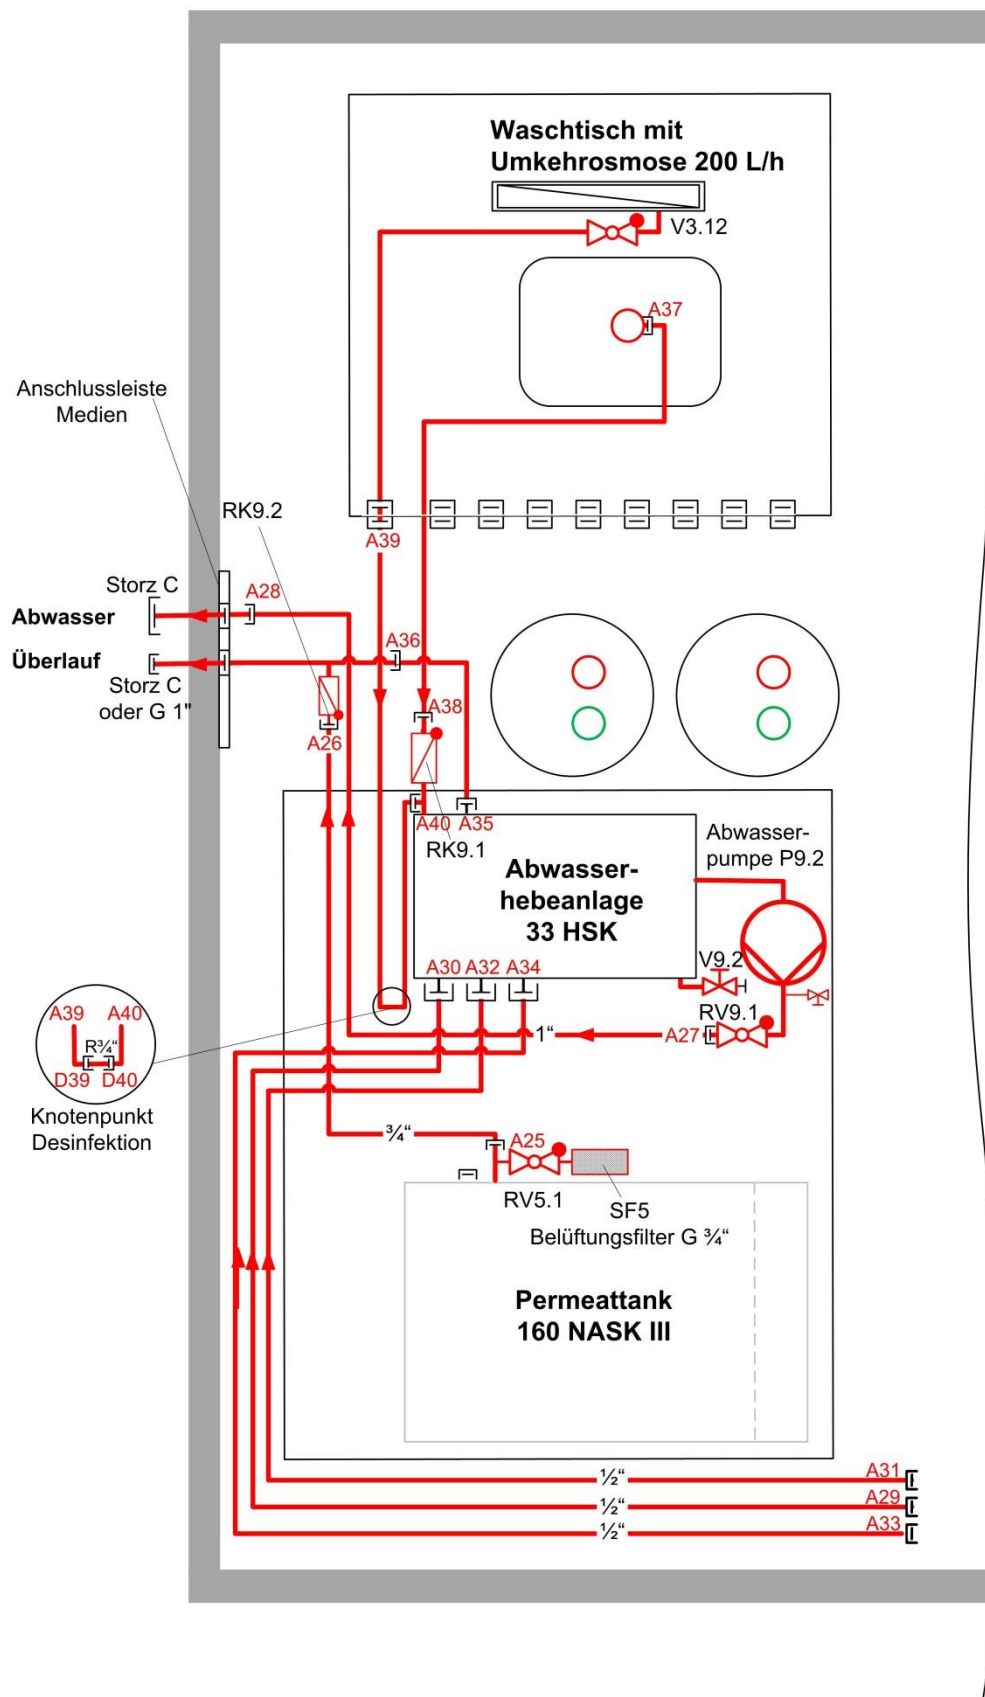

Abb. 7: Abwasserentsorgung CST
Die Abwasserentsorgung erfolgt über die Abwasserhebeanlage 33 HSK in der WVEA 160/33 NASK III EL, sowie über die Anschlussleiste Medien des Waschtisches, siehe Abb. 7:.
3.4.1. Legende Abwasseranschlüsse (siehe Abb. 7:)